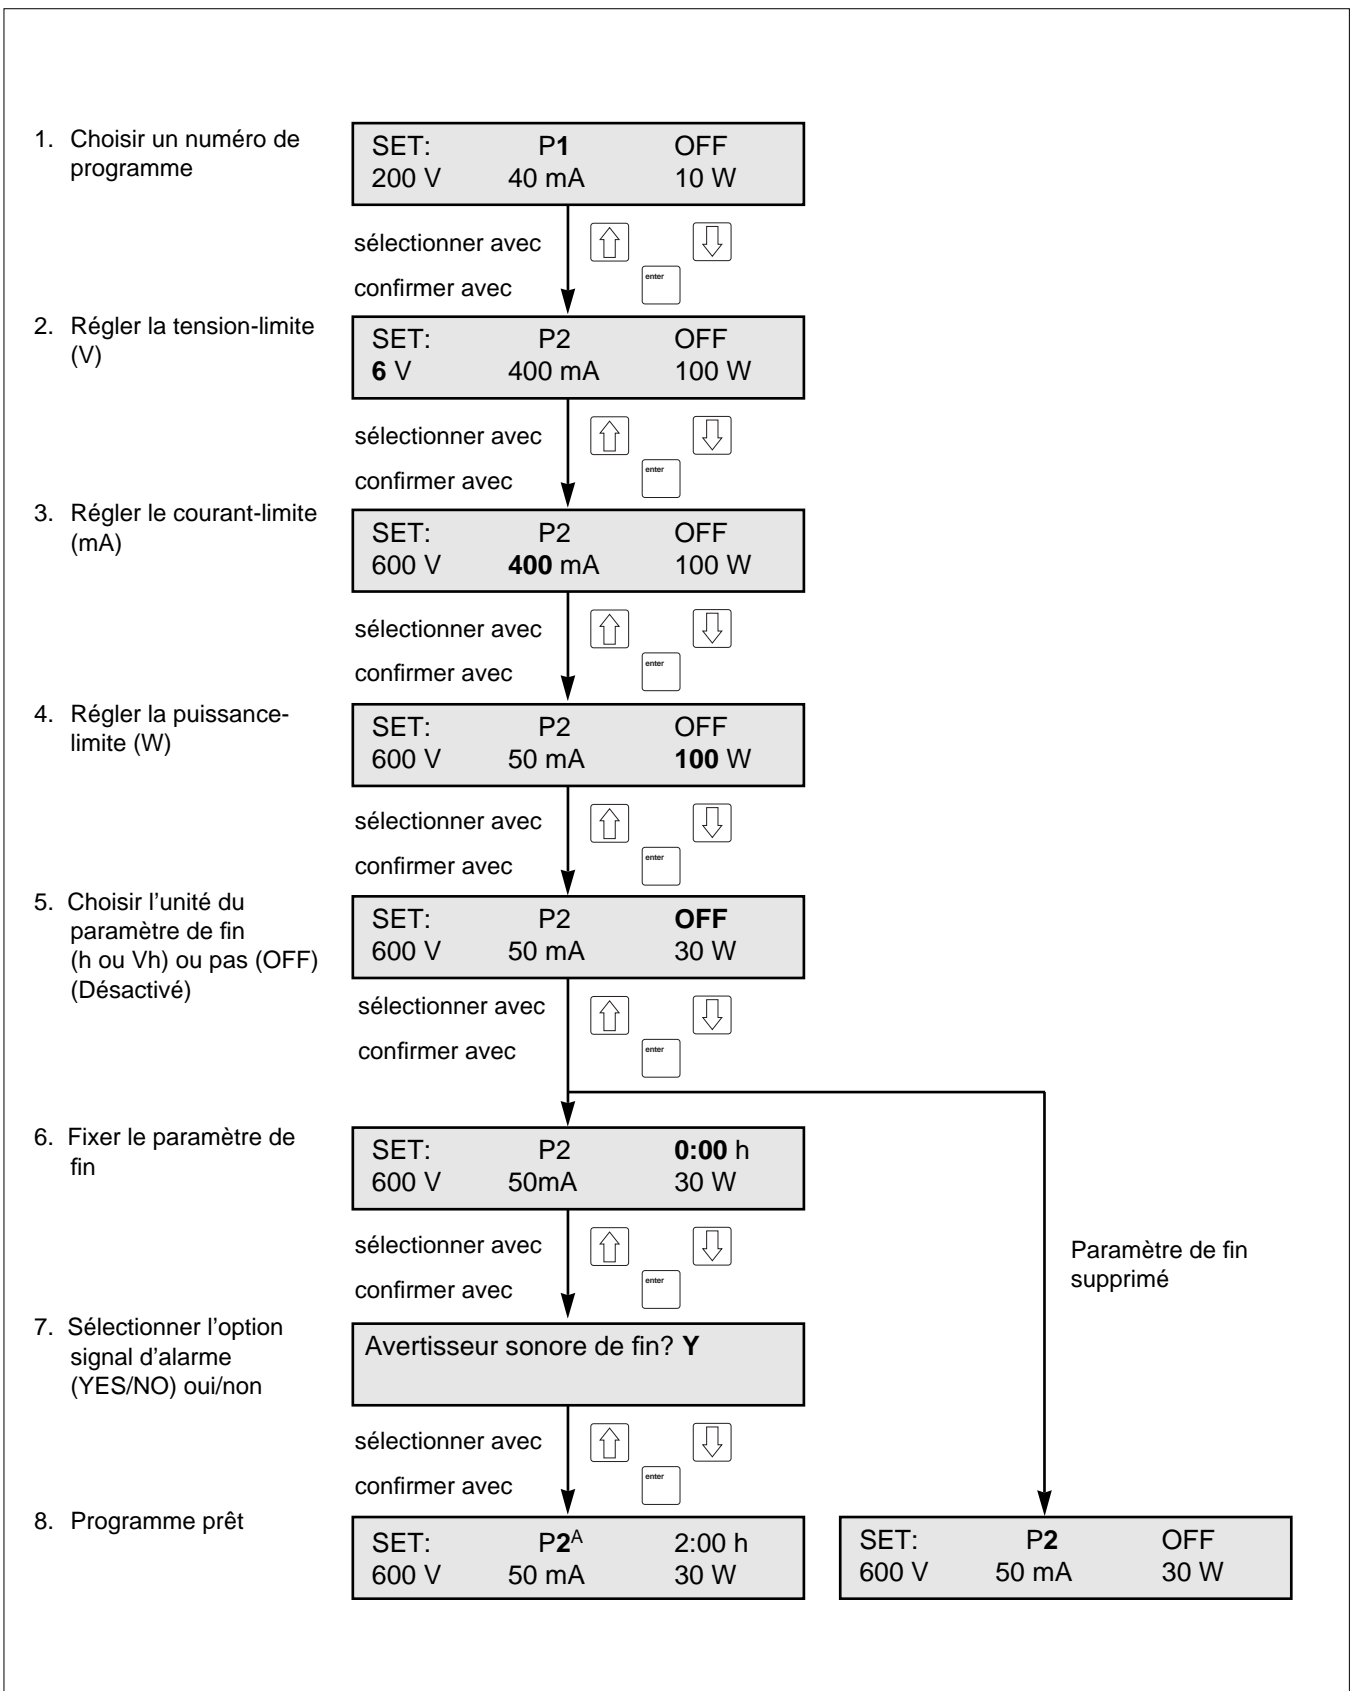

Figure 3. Résumé détaillé de la programmation
1. Programmation ou sélection d'une procédure (voir Figures 3 et 4).